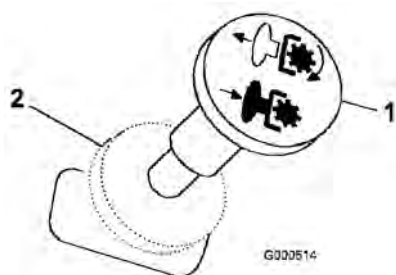

Figura 10
3. Disinserite la presa di forza spostando il comando in posizione Off (Figura 10).
1. Disinserite il comando della PTO spingendolo in posizione Off (Figura 10).